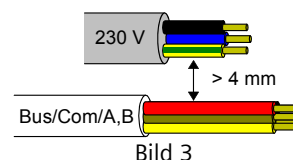

Bild 3
- Bei der Installation ist auf ausreichende Isolierung zwischen Netzspannung und Bus bzw. Nebenstellen zu achten! Es ist ein Mindestabstand zwischen Bus-/Nebenstellenleitungen und Netzspannungsleitungen von mindestens 4 mm einzuhalten. (siehe Bild 3)